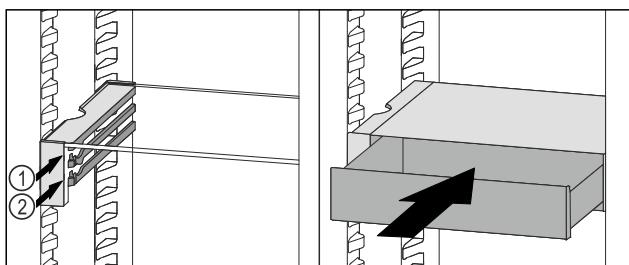

Fig. 85
- Nasadte zásuvku VarioSafe za zarážky na požadovaném žebřu Fig. 85 (1) nebo Fig. 85 (2).